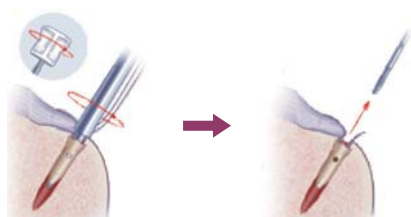

図 6
13. 縫合糸に軽く張力をかけながらインサーターを反時計周りに回転させて外します。インサーターが外れたらアンカーから完全に取り外し、余分な縫合糸を切断します (図 6)。